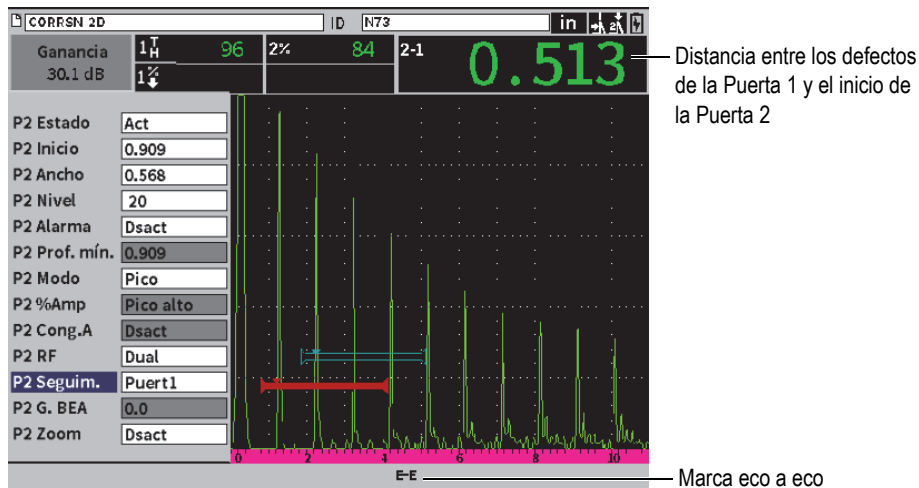

Figura 7-7 Ejemplo de una medición eco a eco
5. Seleccione el ícono **Puerta 2** () y, después, ajuste el parámetro **P2: Estado** a **Act** (vea la Figura 7-7 en la página 102).